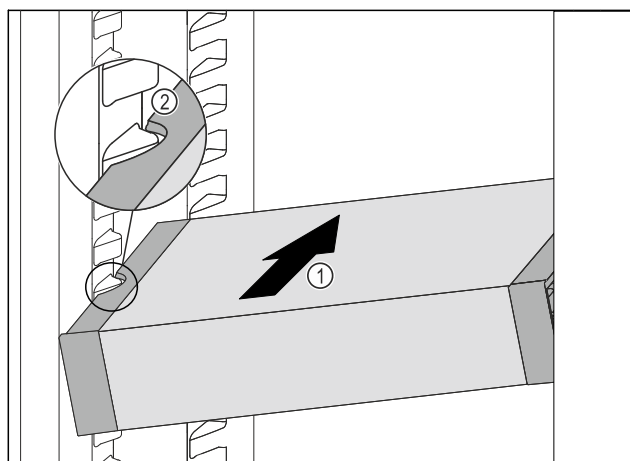

Fig. 84
- 将 VarioSafe 斜插入冷藏区中 Fig. 84 (1)，直至 VarioSafe 的侧部凹槽 Fig. 84 (2) 与冷藏区中的容器肋梁持平。